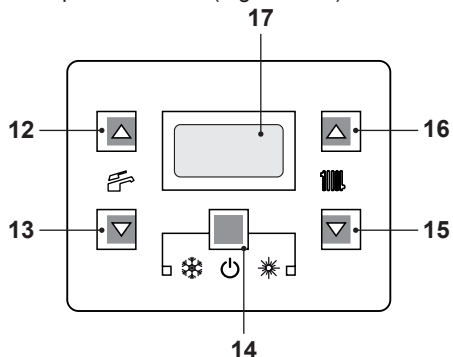
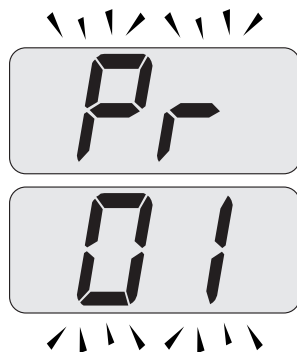

Figura 5.34
Figura 5.35
- Entrare in "modalità programmazione" premendo contemporaneamente per 10 secondi i tasti 14 - 15 - 16 (Figura 5.34) fino a far apparire sul display LCD le lettere **Pr** che si alternano con il codice **01**, indicanti l'entrata nel "parametro 01" (Figura 5.35).
- Premere contemporaneamente i tasti 14 e 16 (Figura 5.34) fino a far apparire sul display LCD il valore del parametro 15 (Figura 5.37).
- Premendo il tasto 14 (Figura 5.34) si ottiene la conferma del valore inserito.
- Premendo contemporaneamente i tasti 14 e 15 (Figura 5.34) si esce senza modificare il valore (ritorno alla lista parametri Figura 5.36)
- Premendo contemporaneamente per 10 secondi i tasti 14 - 15 - 16 (Figura 5.34) si esce dalla "modalità programmazione".
Comunque se la temperatura ambiente non dovesse essere confortevole si può aumentare o diminuire la temperatura di mandata dell'impianto riscaldamento di  $\pm 15^\circ\text{C}$  agendo sui tasti 15 (diminuzione) e 16 (aumento) (Figura 5.34).